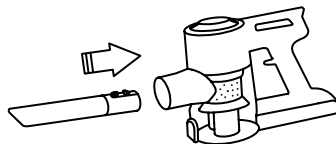

рис. 1
1. Прикрепите желаемую насадку (рис. 1). Для удлинения: во всасывающее отверстие установите трубу, затем желаемую насадку. Для снятия трубы или турбощетки нажмите на защелку (рис. 2).